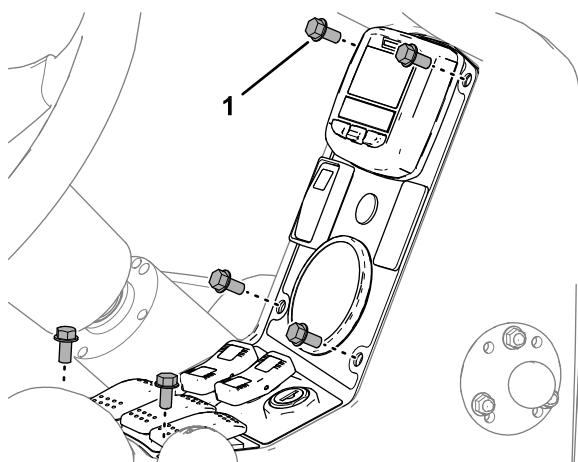

**Figure 16**
1. Insérez les 3 boulons de carrosserie dans l'ouverture carrée du raidisseur, comme montré à la Figure 16.
2. Installez les boulons de carrosserie et le raidisseur dans les trous de la console de commande (Figure 16).
3. Montez le support à rotule sur les boulons de carrosserie et fixez le support à la console de commande (Figure 16) à l'aide de 3 contre-écrous à embase (nº 10).